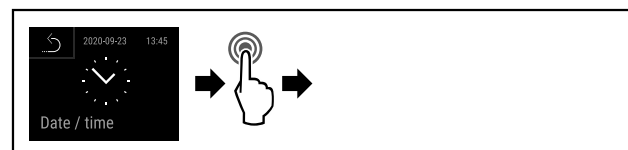

Fig. 105
- Handlungsschritte (siehe Fig. 105) durchführen.